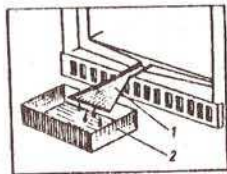

Рис.7. Схема расположения сосуда и лопатки при оттаивании морозильника:
7.2. Талая вода в морозильнике скапливается на дне шкафа. Перед оттаиванием установите лопатку 19 (рис.1) и любой вместительный сосуд в соответствии с (рис.7).